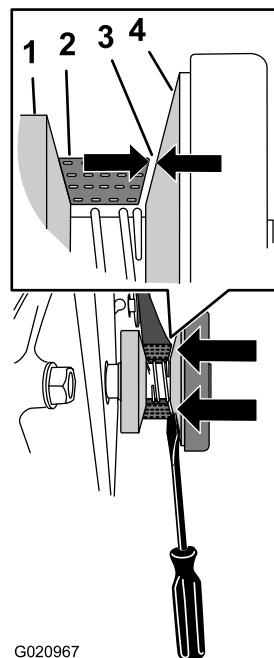

Figura 38
2. Mida la distancia entre la correa y el cono deslizante (Figura 38). Si la distancia es de 0.76 a 1.27 mm (0.03 a 0.05 pulgadas), vaya al paso 6.
5. Cuando la distancia mida de 0.76 a 1.27 mm (0,03 a 0.05 pulgadas) (Figura 38), apriete los pernos y las tuercas que sujetan el motor a la chapa del motor a 18 Nm (13 pies-libra).